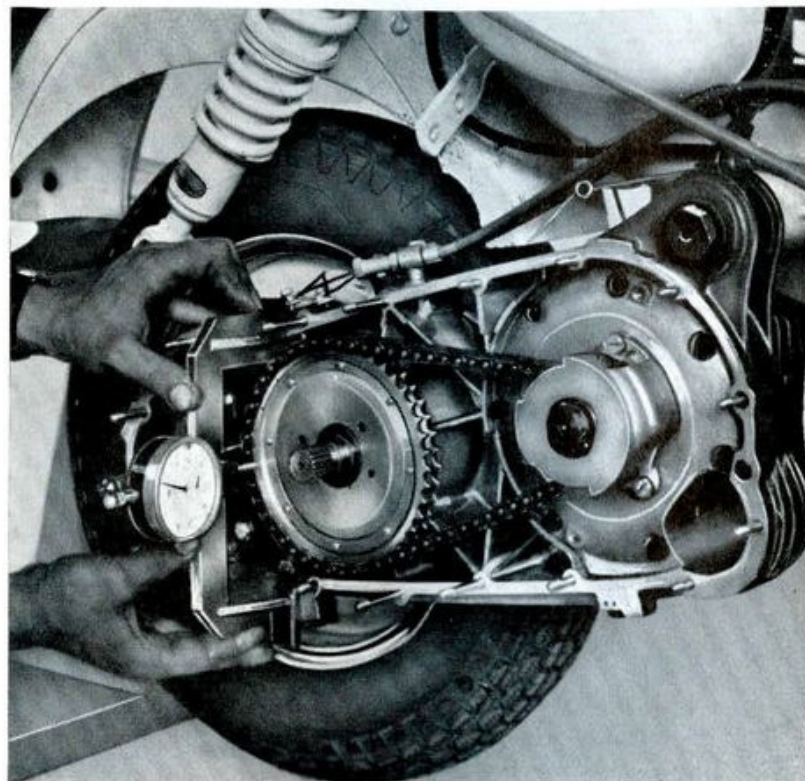

Fig. 23
- b) si sviti la candela per togliere la compressione e piazzato l'attrezzo come in fig. 23 si facciano tre letture, ogni volta ruotando il disco parastrappi di un quarto di giro. Se la differenza di due qualsiasi di queste letture è maggiore di mm 0,15, è necessario sostituire l'intero disco parastrappi.
mostrato in fig. 23. Questa lettura deve risultare fra mm 0,05 e mm 0,1 inferiore alla prima lettura. Se così non fosse, si aggiungano o si tolgano delle rosette di rasamento dietro il disco parastrappi fino a riportarlo nella posizione voluta.